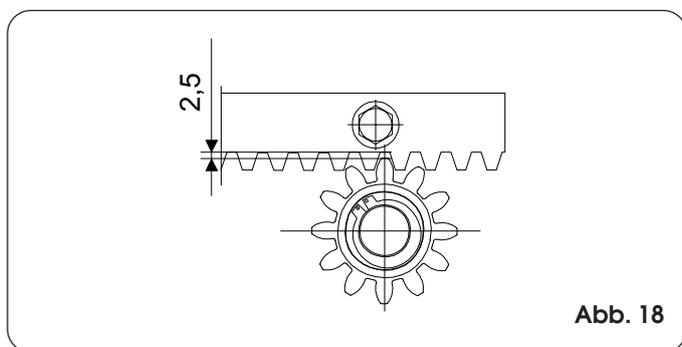

Abb. 18
- Nach Abschluß der Installation der Zahnstange ist der Abstand zwischen den Zähnen des Ritzels und der Kehle der Zahnstange einzustellen. Dieser sollte bei 2,5 mm (Abb. 18) für den gesamten Lauf liegen. Dabei sind die Langlöcher der Zahnstange zu verwenden.